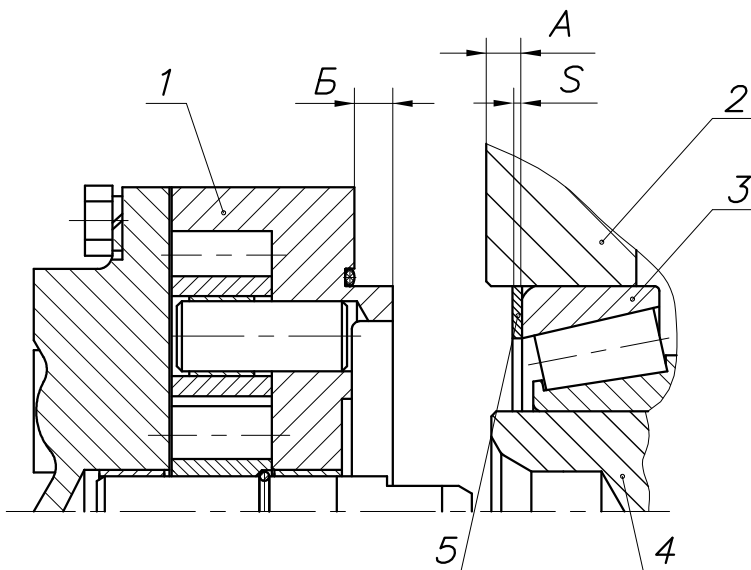

Рис. 33:
5.1 Установить в расточку картера коробки передач наружное кольцо переднего подшипника промежуточного вала, после чего измерить абсолютную величину размера А (между торцами картера и наружным кольцом подшипника) рис. 33. При этом, наружное кольцо заднего подшипника промежуточного вала должно быть плотно (под усилием собственного веса вала) прижато к торцу проставки демультипликатора, а наружное кольцо переднего подшипника - к роликам. Перед замером промежуточный вал повернуть не менее пяти оборотов.